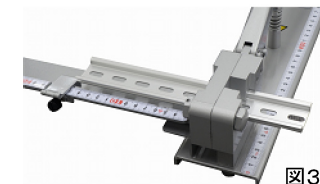
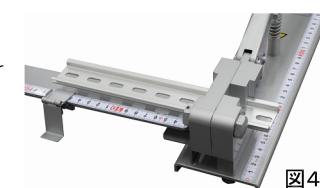

図3
図4
- ① ハンドルを上を持ち上げて下さい。
- ② レール差込口よりレールを挿入して下さい。
- ③ 図3のようにガイドにレールの先端を突き合わせ、ハンドルを下げて仮押えて下さい。
- ④ 位置に「ズレ」がないことを確認して下さい。
- ⑤ ハンドルを押し下げてレールを切断して下さい。(ヘッド部より切断位置の目視確認可能です。)
- ⑥ 切断後、ガイドの突き当て部を図4のように開くことにより、レールを抜き取ることができます。
- ⑦ 切断面にバリは出ませんが、先端の角が尖っている場合がありますので、台座部分に貼り付けた紙ヤスリを使用して仕上げて下さい。